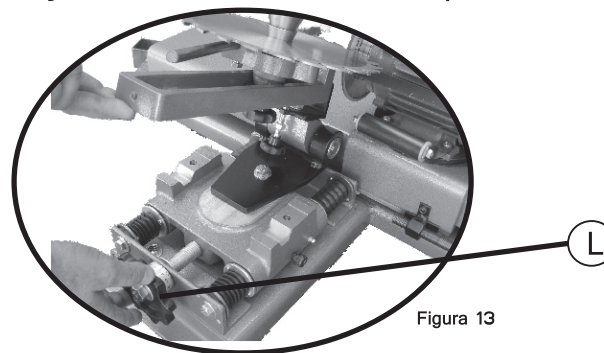

Figura 13
Em seguida, ajuste com a roldana (L) (*figura 13*), de forma a não permitir que, com o avanço do cabeçote onde a serra esta montada, faça o reboło encostar no corpo da mesma.